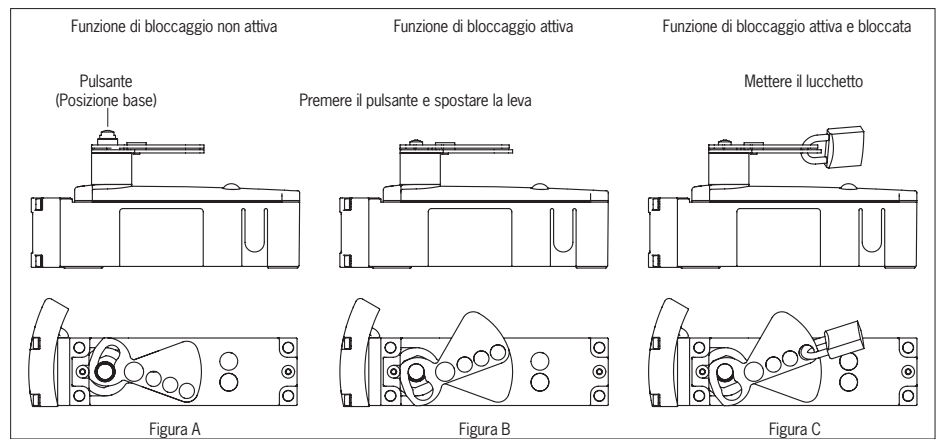

Fig. 7: Utilizzo dell'inserto di bloccaggio
2. premere il pulsante, portare l'inserto di bloccaggio in posizione di blocco (Fig. 7, A e B) e assicurare con lucchetto (Fig. 7, C)
3. Portare l'inserto di bloccaggio in posizione base (Fig. 7, A)